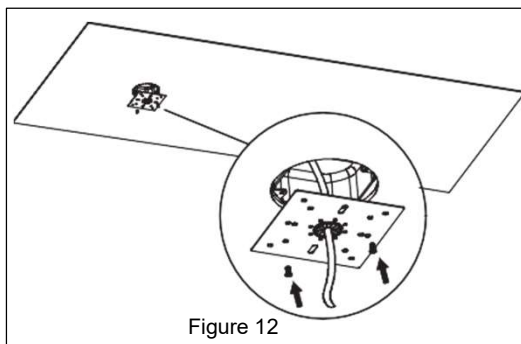

Figure 12
1. Fixez la plaque carrée à la boîte de jonction à l'aide des vis fournies. **Reportez-vous à la Figure 12.**